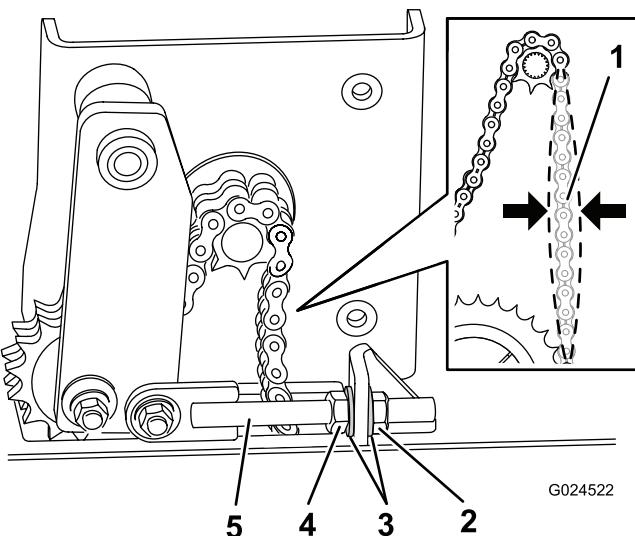

Figura 23
2. Allentate il controdado sul tirante (Figura 23).
3. Regolate la tensione come segue (Figura 23):